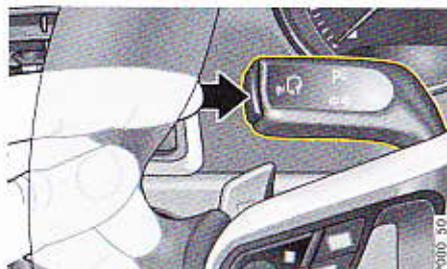

Fig. 97 : Touche de commande vocale sur le levier de commande
1. Appuyez sur la touche  du levier de commande (Fig. 97).
- ▶ Appuyez sur la touche  du levier de commande (Fig. 97).
La touche  (Fig. 97) au niveau du levier de commande déclenche, selon l'utilisation, différentes fonctions :
1. Appuyez sur la touche **vQ** du levier de commande (Fig. 97 à la page 119). Une liste comportant des exemples d'instructions s'affiche à l'écran.